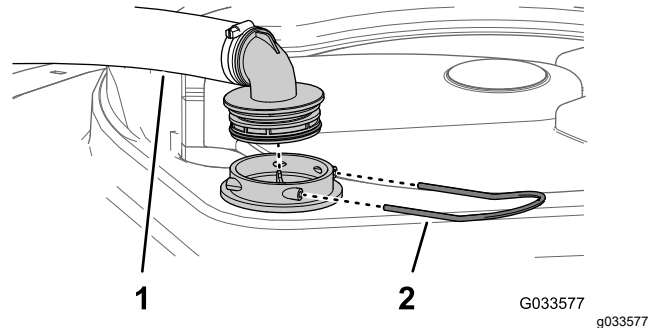

图 49
2. 在打药机药缸的顶部拆下固定从过滤器外壳连接至大软管的软管接头的卡环 图 49。
3. 从过滤器外壳上拆下软管和软管接头 图 49。